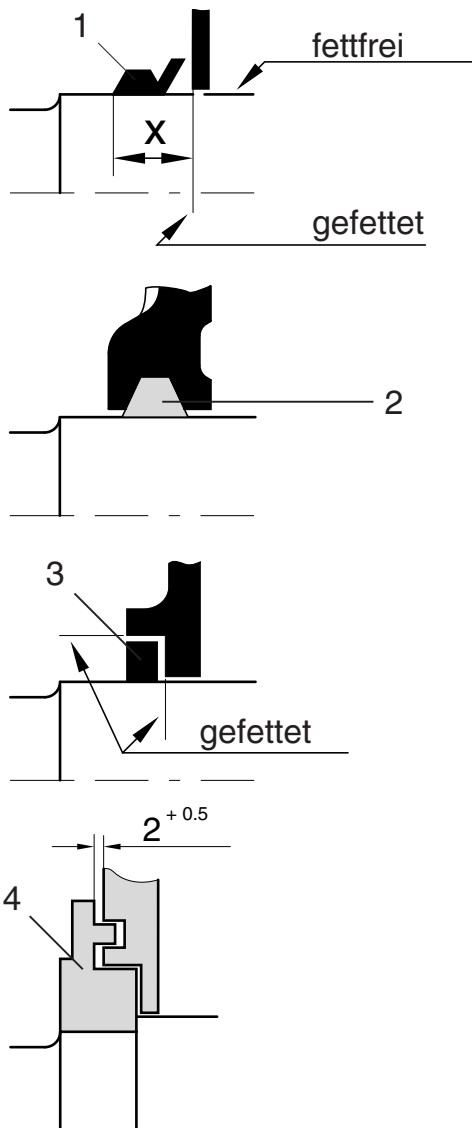
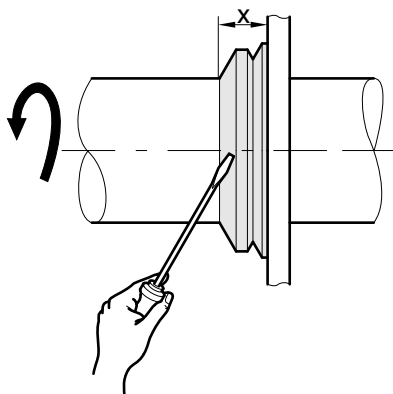

Bild 11: 1 V-Ring
Bild 12: V-Dichtring
5.4 Lagerdichtungen (Bild 11)
- Neue Filzringe (2) vor dem Einbau in die Lagerdeckel in 80°C heißem, hochviskosem Öl gut tränken. Welle muß leicht im Filzring gleiten und radial gut von ihm umschlossen sein.
- Dichtringe (3) und V-Ringe (1) z.B. mit Schraubendreher bei gleichzeitigem Drehen der Welle aufschieben (→ Bild 12).